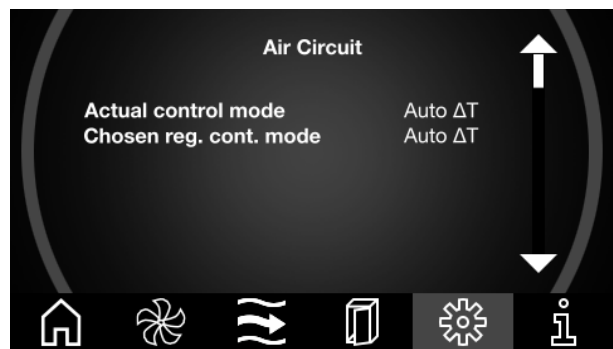

Abb. 78: Bildschirmseite „Air Circuit“
- Blättern Sie von der Bildschirmseite „Air Circuit“ (Abb. 78) mit den Pfeiltasten auf die zweite Bildschirmseite.